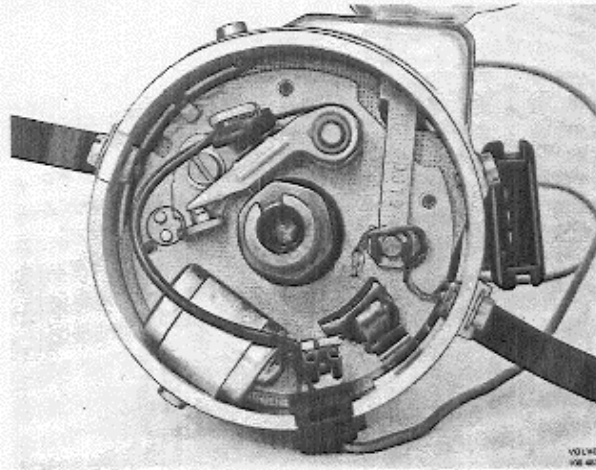

Abb. 3-55 Führungsspur bei Einstellung der Unterbrecherhebel
2. Dazu die Schraube für den festen Unterbrecherhebel etwas lösen und einen Schraubenzieher in der Führungsspur (Abb. 3-55) auf der Unterbrecherplatte ansetzen. Schraubenzieherblatt verdrehen, bis der richtige Schließwinkel erhalten wird.